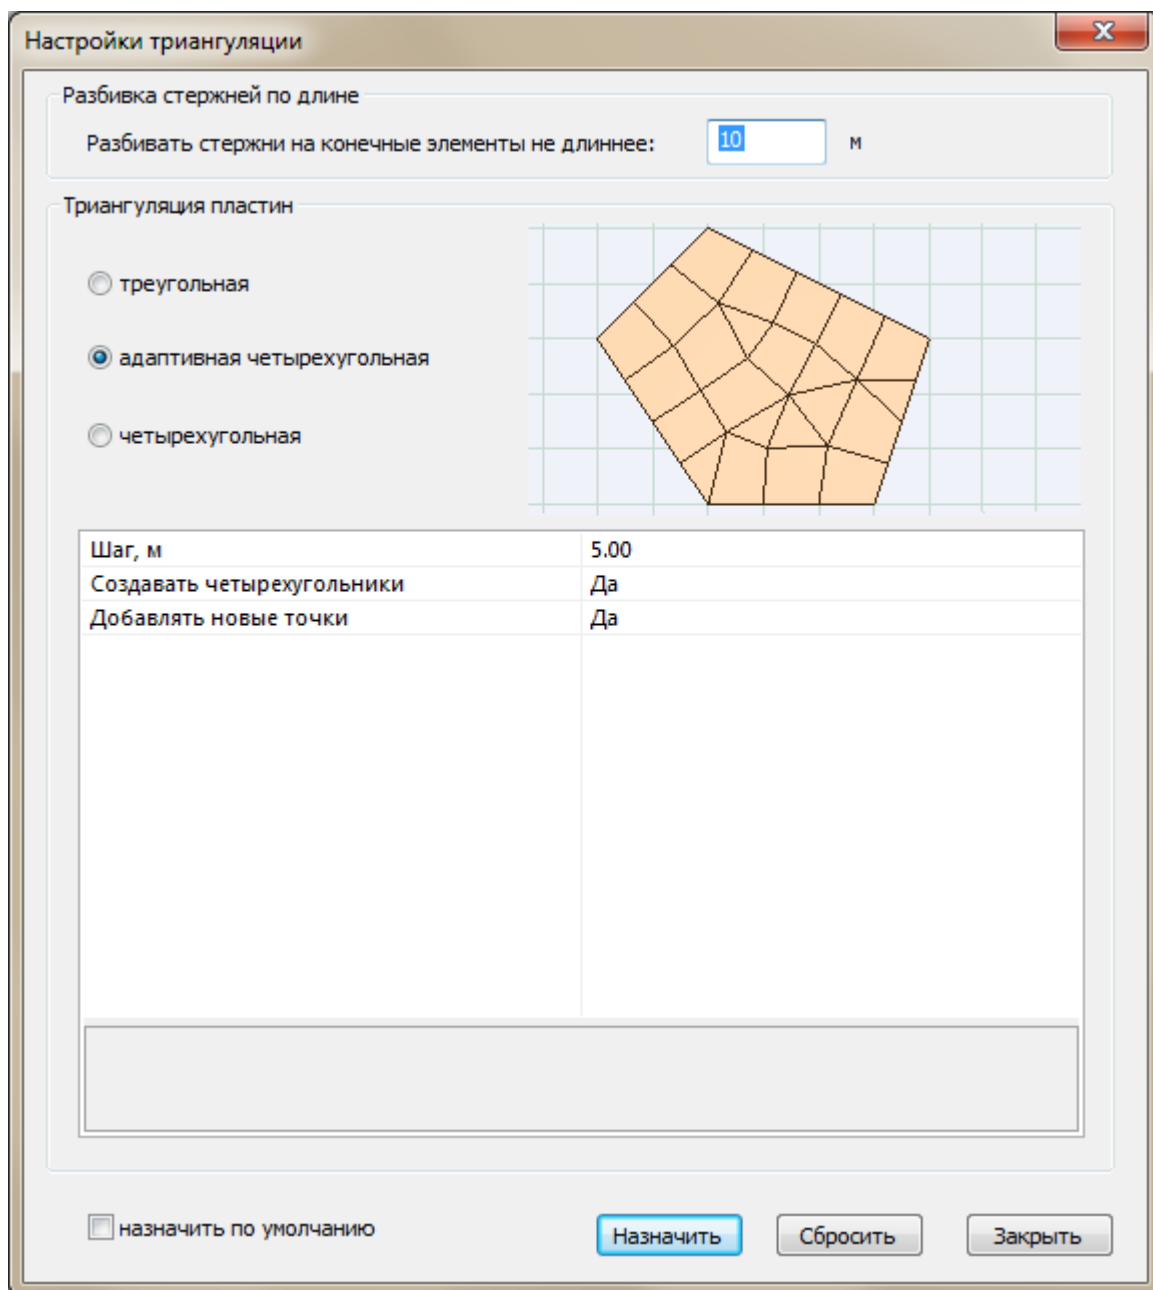

Рис. 6.22. Диалоговое окно **Настройки триангуляции**
- В открывшемся диалоговом окне **Настройки триангуляции** (рис.6.22) задайте следующие параметры разбивки на конечные элементы: